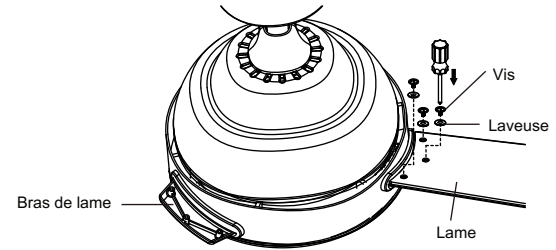

Fig. 20
**Étape 1.** Placez la lame au-dessus du bras de la lame avec des poteaux filetés montrant. Assurez-vous que le bord inférieur de la lame est entièrement assis contre le bras de la lame. À l'aide d'une vis, démarrez une vis et une lèveuse de lame dans le bras de la lame (ne serrez pas) et répétez pour les 2 vis et rondelles restantes. Resserez votre vis solidement en commençant par la vis centrale. Assurez-vous que la lame est droite. Répétez les étapes pour les lames restantes. (Fig. 20)